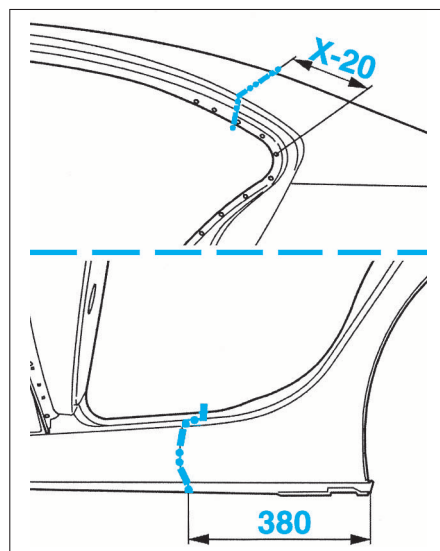

FIG. 66
- Tracer, puis découper le montant arrière et le bas de caisse (Fig.66).